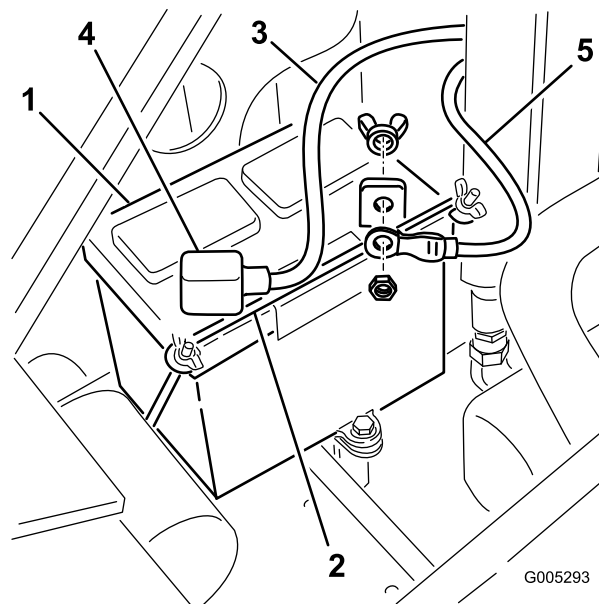

Figure 27
4. Enlevez les écrous papillons et la barre de fixation de la batterie (Figure 27).
9. Placez la batterie dans le châssis (Figure 27).
10. Fixez la batterie dans le châssis (Figure 27).
11. Connectez le câble positif (rouge) à la borne positive (+) de la batterie à l'aide du boulon et de l'écrou papillon fournis avec la batterie (Figure 27). Glissez le capuchon en caoutchouc sur la borne de la batterie.
12. Connectez le câble négatif (noir) à la borne négative (-) de la batterie à l'aide du boulon et de l'écrou papillon fournis avec la batterie (Figure 27).